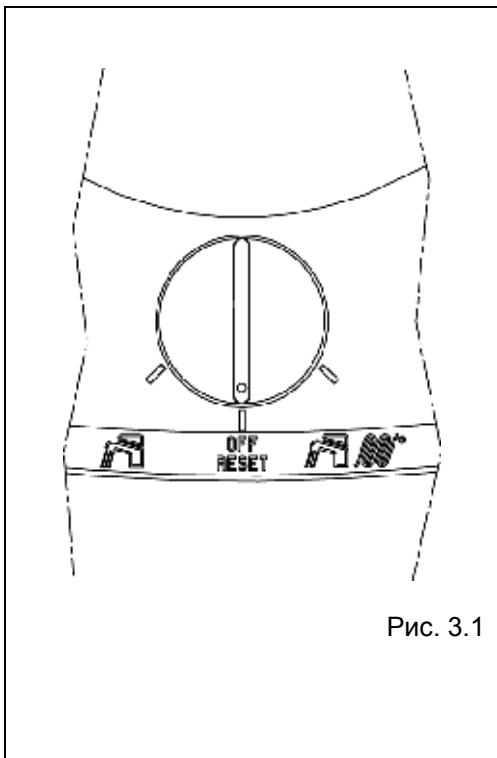

Рис. 3.1
Если вы собираетесь отсутствовать недолго (конец недели, короткая поездка, и так далее), установите переключатель режимов работы (рисунок 3.1) в положение OFF (отключено).
- установите переключатель режимов работы (рисунок 3.1) в положение OFF (отключено);